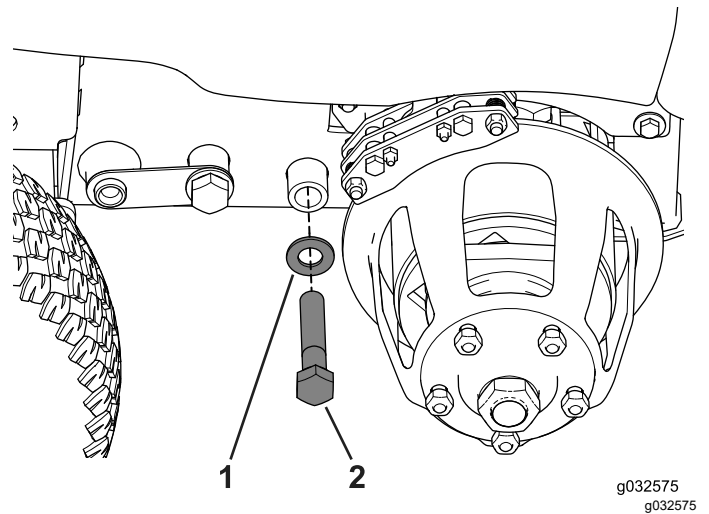

Bild 116
4. Entfernen Sie die Schrauben und Scheiben, die den hinteren Hülen am nächsten sind (**Bild 116**).